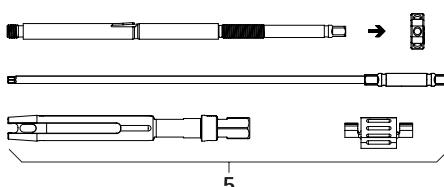

Abb. 3
- Repositionshebel perkutan 5 demontieren, siehe Abb. 3. Komplett zerlegen und Spannmutter abschrauben.